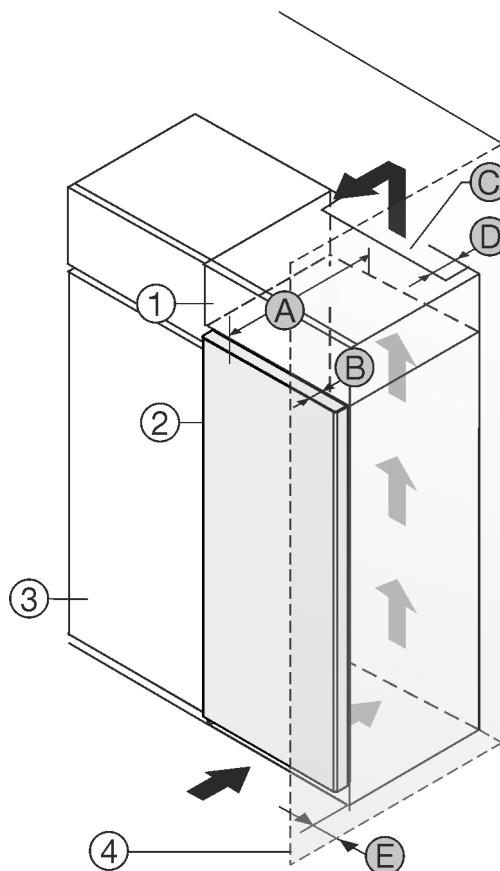

Fig. 1
Urządzenie można ustawić bezpośrednio obok szafki kuchennej Fig. 1 (3).
Na tylnej ścianie szafki nasadzonej wymagany jest wywiewny kanał wentylacyjny o głębokości Fig. 1 (D) na całej szerokości szafki.
Pod sufitem pomieszczenia należy zachować przekrój wentylacyjny Fig. 1 (C).
Jeżeli urządzenie będzie ustawiane z zawiasami do ściany Fig. 1 (4), to pomiędzy urządzeniem i ścianą należy zachować minimalny odstęp, wynoszący 13 mm.
Jeżeli urządzenie będzie ustawiane z zawiasami do ściany Fig. 1 (4), to pomiędzy urządzeniem i ścianą należy zachować minimalny odstęp, wynoszący 20 mm.
By móc całkowicie otworzyć drzwi, urządzenie musi wystawać przynajmniej o głębokość drzwi Fig. 1 (B) za front szafki kuchennej. W zależności od głębokości szafek kuchennych Fig. 1 (3) oraz od zastosowania elementów dystansowych urządzenie może wystawać jeszcze bardziej.